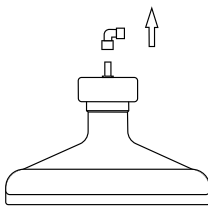

Рис. 2
2. Соединительную трубку можно легко снять для очистки. Используйте теплый мыльный раствор. (Рис. 2)